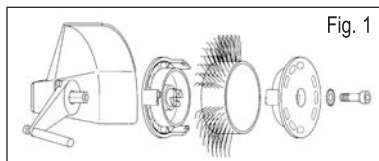
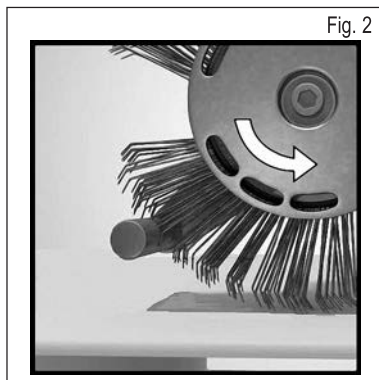

Fig. 1
Fig. 2
1. Koble fra strømforsyningen og fest deretter Bristle Blaster®-bånd 23 mm korrekt på verktøyet med tilsvarende opptakssystem (vær oppmerksom på retningen) og den tiltenkte stjerneski-ven og skruen. **Se fig. 1 og fig. 2.**
Bruker du Bristle Blaster®-båndet i feil retning? – Juster børstebåndet slik at det går i forskriftsmessig riktig retning (se kapittel 5, Start, fig. 2).